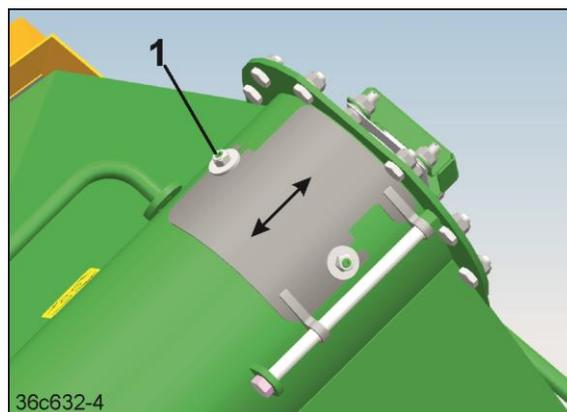

Fig. 397
3. 2 Skt-Muttern (Fig. 397/1) lösen, nicht entfernen.